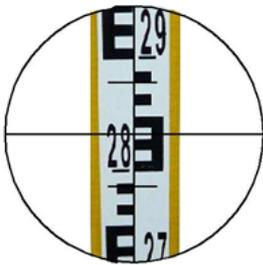

Рис. 3. Поле зрения трубы.
- берут отсчет по рейке (рис. 3). Так как рейка и зрительная труба нивелира имеют прямое изображение, то отсчитывание по рейке выполняют снизу вверх. Для определения превышения отсчет снимают по средней нити с точностью до миллиметра.